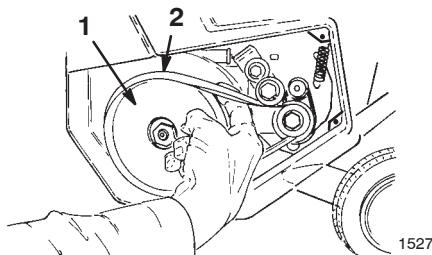

Figure 19
3. Tournez le rotor de la main gauche et déposez la courroie de la grande poulie avec la main droite (Fig. 19).
- Déposez la grande courroie en la déchaussant avec précaution de la petite poulie (Fig. 19). Reportez-vous aux points 2 et 3 de la section Remplacement de la grande courroie, page 10.